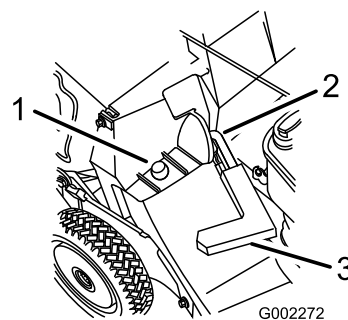

Figura 17
2. Asegúrese de que el tirador de la puerta de descarga está totalmente hacia adelante y que la clavija está situada en el cierre (Figura 17).
3. Coloque el agujero del marco de la bolsa sobre el poste de retención en el conducto de descarga (Figura 17).
2. Levante el tirador de la puerta de descarga y muévelo hacia adelante para que la clavija entre en el cierre (Figura 17).